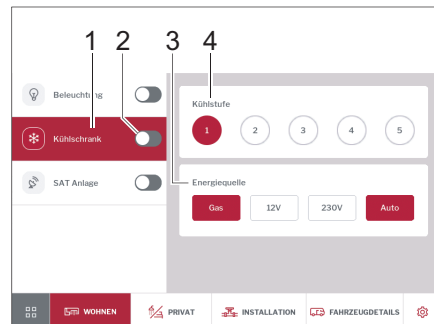

Fig. 282 Frigorífico
- Encender o apagar el frigorífico con el interruptor deslizante (Fig. 282,2).
- Tocar en la opción *Frigorífico* (Fig. 282,1).
En el panel de control se pueden ajustar los niveles de refrigeración (Fig. 282,4) y la fuente de energía (Fig. 282,3).